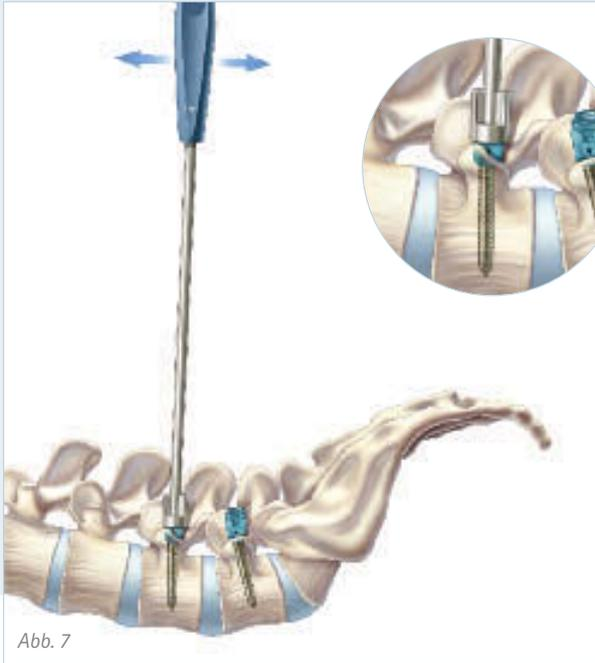

Abb. 7
- Sämtliche Polyaxialschrauben verfügen über einen Winkel von 42°. Falls notwendig können die Schraubenköpfe nach dem Einsetzen mit dem Schraubenkopf-Ausrichtinstrument (FW278R) in Stabrichtung ausgerichtet werden (Abb. 7).